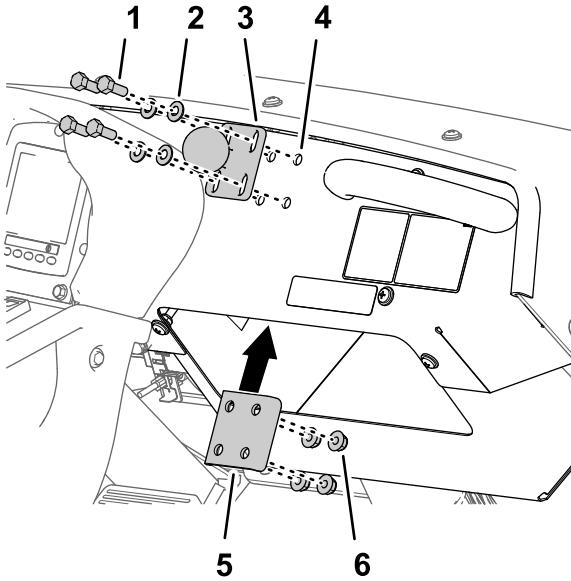

Figura 130
1. Montate il supporto orientabile a sfera sul cruscotto con i 4 bulloni a testa flangiata ($\frac{1}{4}$ " x $1\frac{1}{2}$ "), la piastra di rinforzo e il dado di bloccaggio flangiato ($\frac{1}{4}$ "), come illustrato nella Figura 130.